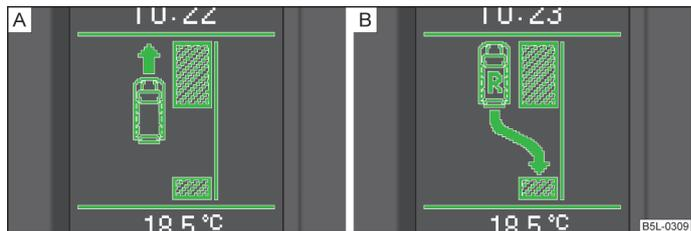

Fig. 122 Display informazioni: Riconosciuta area di parcheggio con l'avvertenza di proseguire  e per l'inserimento della retromarcia
- Quando l'assistenza al parcheggio ha rilevato un'area di parcheggio adatta, quest'area viene visualizzata sul display informativo » fig. 122.
- Proseguire sino a quando sarà visualizzato  » fig. 122.